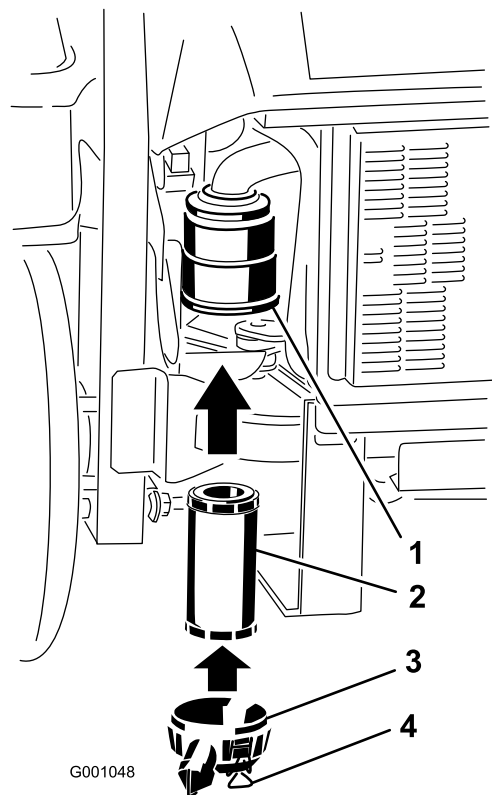

Figure 56
2. Insérez le filtre dans le boîtier avec précaution (Figure 56).
3. Remettez en place et verrouillez le couvercle du filtre à air (Figure 56).